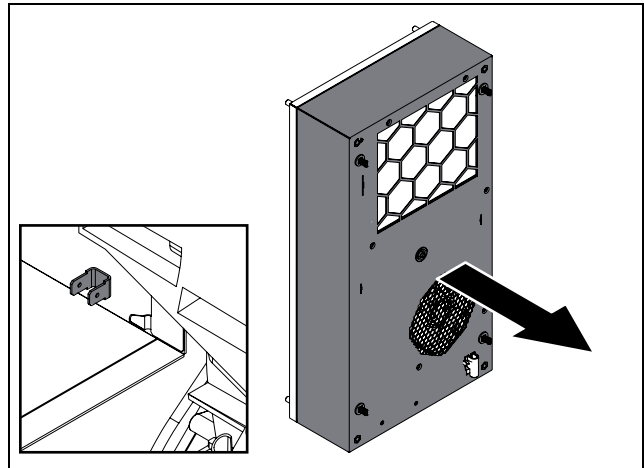

Fig. 61 : raccordement de mise à la masse (exemple d'illustration)
- Avant le montage complet du capot, s'assurer que le câble de mise à la masse soit raccordé correctement à la fiche plate du capot (fig. 61).